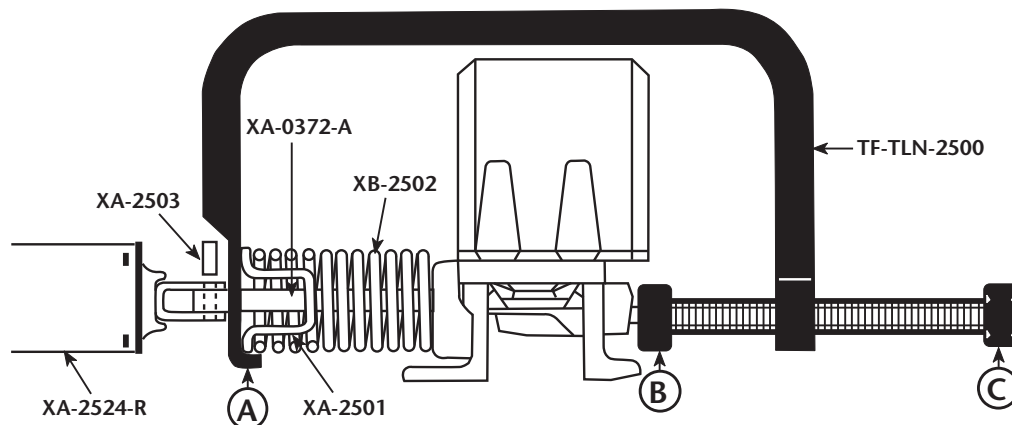

FIGURE 1
1. Accrochez l'extrémité du compresseur de ressort (A) derrière la retenue de ressort (XA-2501).
2. Placez le bloc de pivot (B) du compresseur de ressort sur l'extrémité opposée du boulon de réglage du sabot coulissant (voir *Figure 1*).
3. Placez une douille de 5/8 po sur la tête hexagonale de la vis du compresseur et utilisez un cliquet (**NE PAS UTILISER DE CLÉ À CHOCS**) pour comprimer le ressort jusqu'à ce que la goupille de retenue (XA-2503) puisse être retirée, comme illustré à la *Figure 1*.